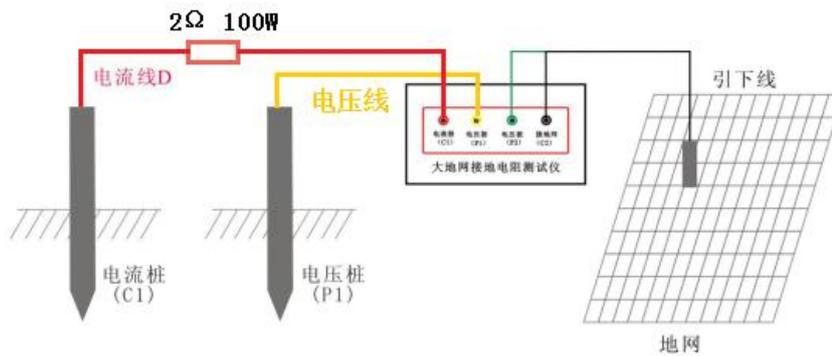

图 2：串入电阻后现场试验图
- 二是在电流回路 C1 端串入一只  $2\Omega$  100W 电阻，电阻应靠近电流桩 C1，如图 2：